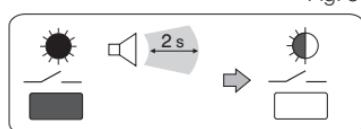

Fig. 8
- Mantener presionada la tecla “—” hasta oír una señal acústica y soltarla: el LED parpadea (fig. 8). El nuevo transmisor (en “Test”) está combinado con el receptor.